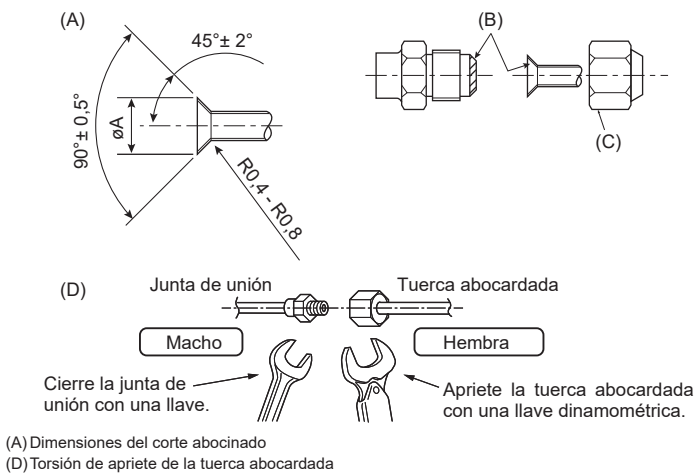

Fig. 4-1
(A) (Fig. 4-1)
(D) (Fig. 4-1)
4.2. Tubos de conexión (Fig. 4-1)
- Aplique una capa delgada de aceite refrigerante a la superficie tubo y de la junta de asiento antes de apretar la tuerca de abocardado. (A)
- Utilice 2 llaves de apriete para apretar las conexiones de los tubos. (D)
- Aplique aceite refrigerante para máquinas en toda la superficie abocinada. (B)
- Utilice las tuercas abocardadas para el siguiente tamaño de tubería. (C)